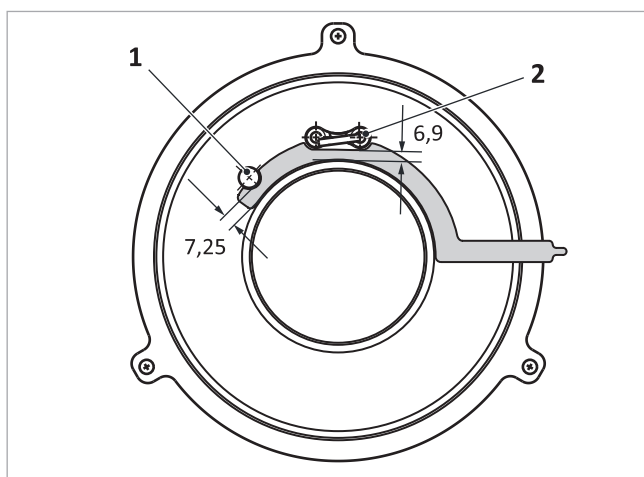

Fig. 135 : écarts entre les électrodes d'allumage et d'ionisation vers la tête du brûleur
- Électrodes d'ionisation → Fig. 135 (1) : 7,25 mm
- Électrodes d'allumage → Fig. 135 (2) : 6,9 mm